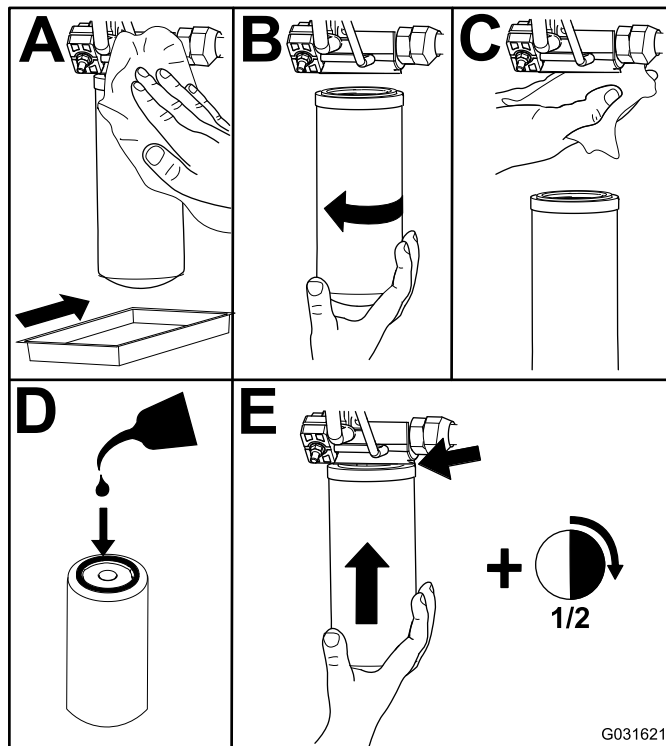

Figure 81
2. Remplacez le filtre hydraulique de charge au niveau du compartiment de levage hydraulique, comme montré à la Figure 81.
4. Remplacez le filtre de retour du côté droit de la machine (Figure 81).